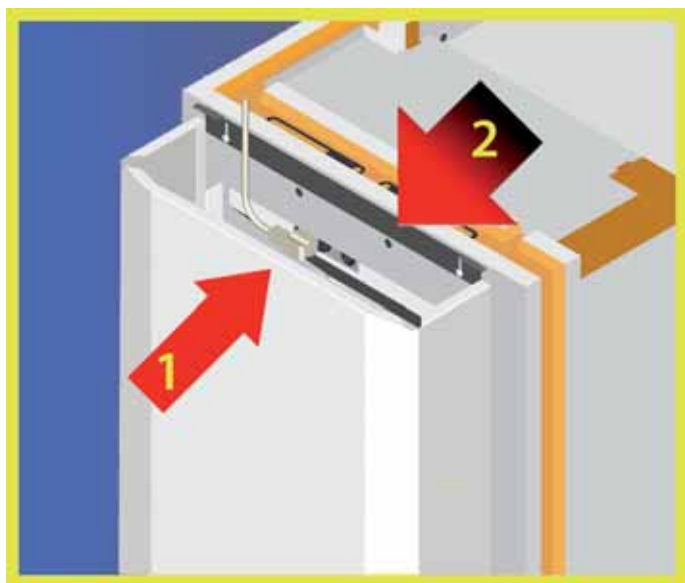

Abb.15. Installation der elektrischen Zuleitung sowie der oberen Frontplatte der Maschineneinheit.
Installation des mitgelieferten elektrischen Anschlusskabel (Abb.15). Stecken Sie das Stecker in die dafür vorgesehene Kupplung in der oberen linken Ecke der Maschineneinheit (1). Montieren Sie die Abdeckplatte mit Hilfe der in der Abdeckplatte vorhandenen Öffnungen (2). Anschliessend sichern Sie diese durch Anziehen der 2 Schrauben.